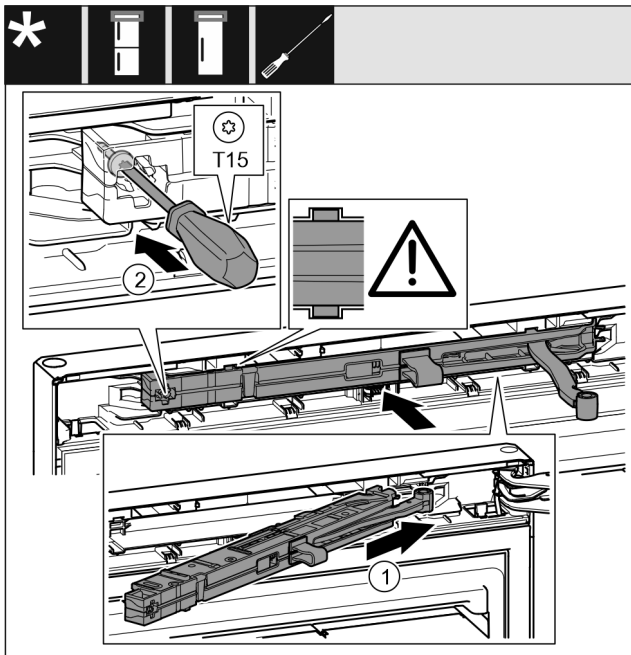

Fig. 42
- ▶ Schließdämpfereinheit Fig. 42 (1) auf der Lagerbockseite bis zum Anschlag schräg in die Aussparung einschieben.
- ▶ Schraube Fig. 42 (2) mit einem Schraubendreher festschrauben.